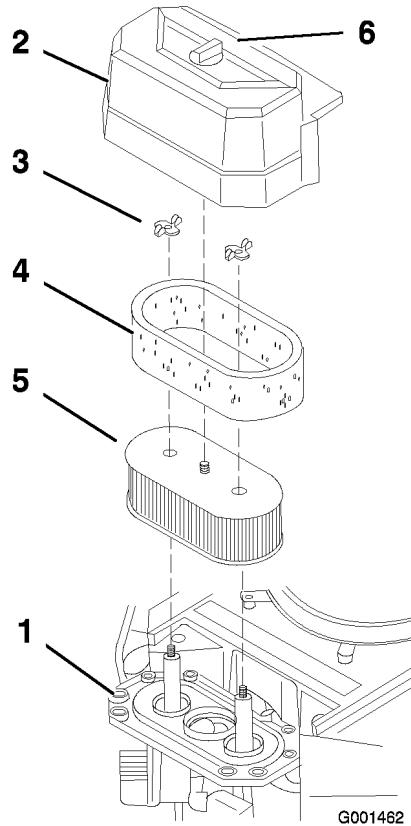

Figura 30
- Limpie alrededor del limpiador de aire de forma que la suciedad no penetre en el motor y cause daños (Figura 30).
- Desenrosque el pomo de la cubierta y retire la cubierta del limpiador de aire (Figura 30).
- Desenrosque las 2 tuercas de orejeta y retire el conjunto del limpiador de aire (Figura 30).
- Retire cuidadosamente el filtro de gomaespuma del filtro de papel (Figura 30).
- No limpie el filtro de papel. Cámbielo cada 200 horas de funcionamiento (Figura 30).
- Deslice cuidadosamente el filtro de gomaespuma sobre el filtro de papel (Figura 30).
- Coloque el conjunto del limpiador de aire sobre la base del limpiador de aire y fíjelo con 2 tuercas de orejeta (Figura 30).
- Coloque en su posición la cubierta del limpiador de aire y apriete el pomo de la cubierta (Figura 30).